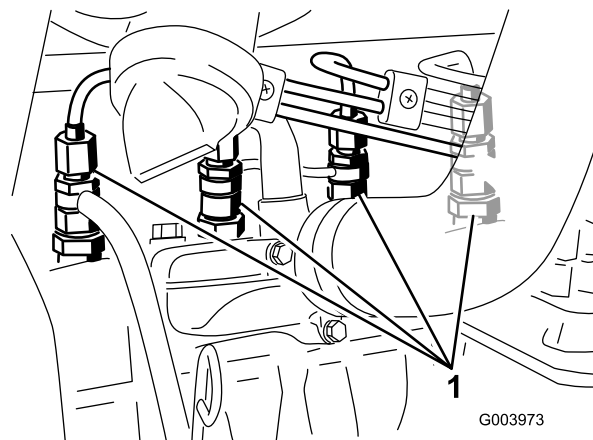

Рисунок 56
1. Ослабьте соединение трубки к соплу № 1 и держателю в сборе (**Рисунок 56**).